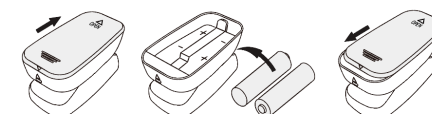

Figura 3. Instalação das pilhas
- Passo 1. Consulte a figura 3 e insira as duas pilhas de tamanho AAA adequadamente na direção certa.